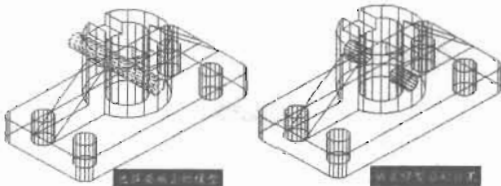

图 15-67
(6) 在命令行中输入 Subtract 命令, 或者单击“建模”工具栏中的“差集”按钮 , 将这个拉伸出来的圆柱体减去, 如图 15-67 所示。